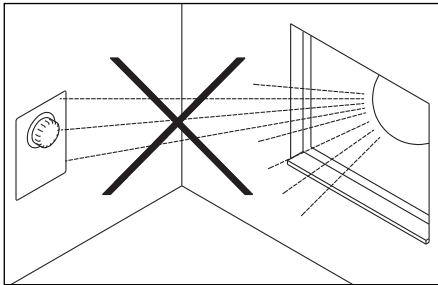

Fig. 5.2 Pas d'ensoleillement direct
- Eviter un ensoleillement direct sur le thermostat (fig. 5.2).